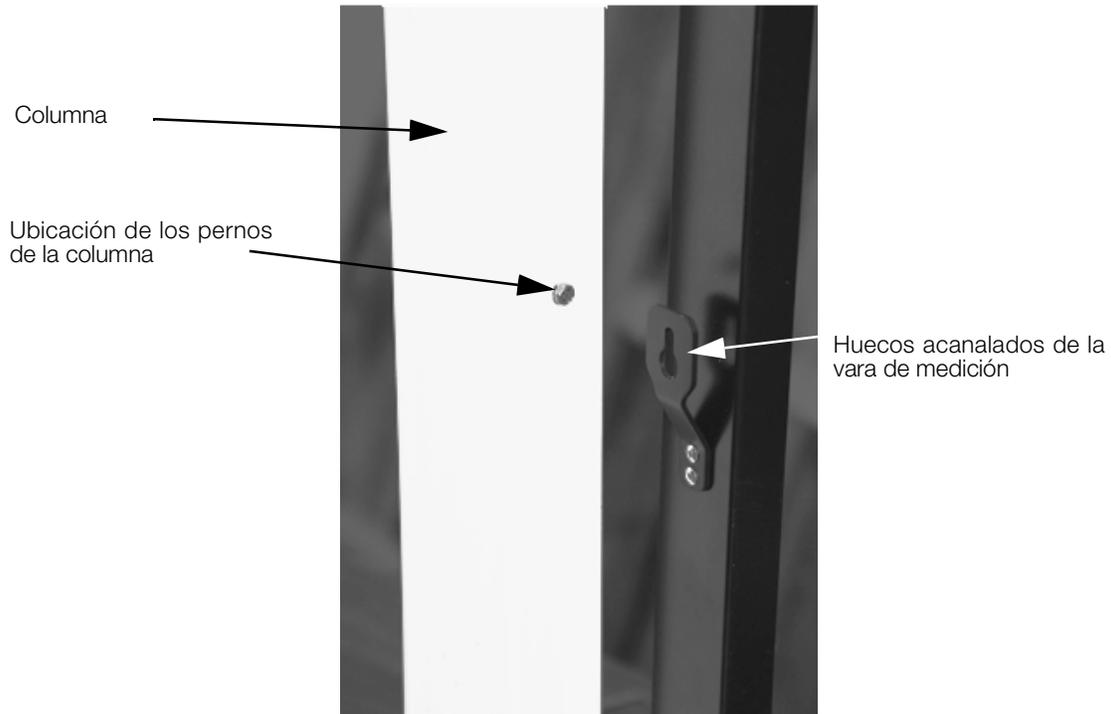

Figura 2-6. Conecten los huecos acanalados a los pernos de la columna
1. Inserten los huecos acanalados de la vara de altura en los dos pernos del lado frontero de la columna como mostrado en la Figura 2-6. Uno se encuentra en la parte superior de la columna y el otro más abajo en la columna.